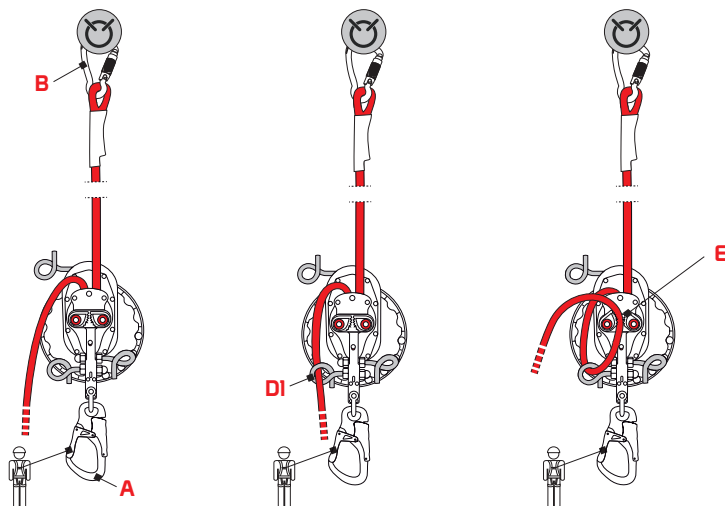

Fig.8
- agganciare il dispositivo ad un punto di ancoraggio, conforme alla norma EN 795, mediante il connettore (B),
- collegare il connettore (A) al punto di attacco del proprio imbrago,
- inserire la corda libera prima nell'occhiello a "coda di porco" (D1) e poi nello strozzacorda (E) - fig. 8,